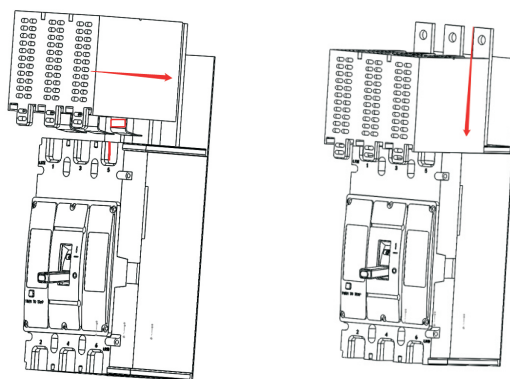
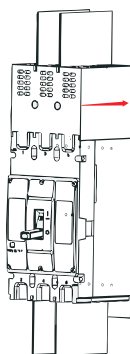

图2
图3
2.把组装好的飞弧罩使挡板与中盖上红色标注面平齐后，按照图2向产品侧进行滑动，使飞弧罩与底座进行卡接
3.按照图2飞弧罩与底座、中盖之间卡接后，按照图3施加力按照红色标注方向使飞弧罩进行运动，安装完成后如图3